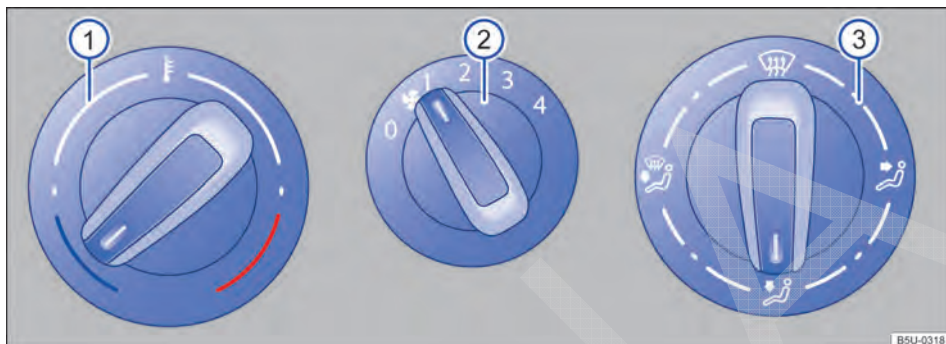
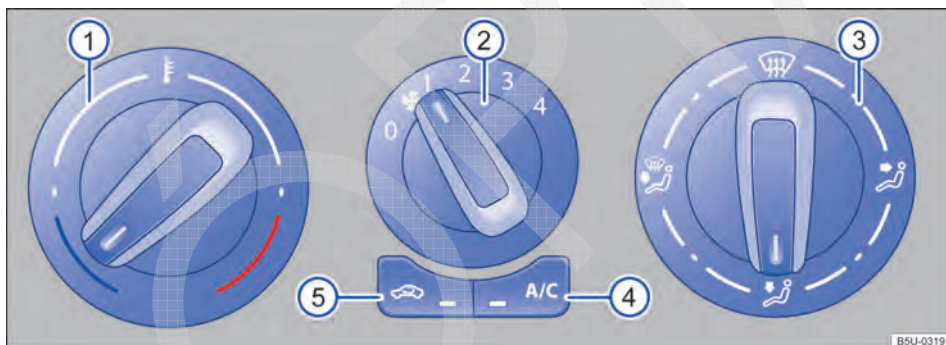

Fig. 115 Comandos do sistema de ventilação e aquecimento.
Fig. 116 Comandos do ar-condicionado.
Comandos Informações complementares do sistema de ventilação e aquecimento → Fig. 115 e ar-condicionado → Fig. 116.
Comandos	Informações complementares do sistema de ventilação e aquecimento → Fig. 115 e ar-condicionado → Fig. 116.
- Em veículos com sistema de aquecimento, girar o botão da temperatura → Fig. 115 totalmente para a direita, para a posição máxima de aquecimento.
- Girar o botão da distribuição de ar → Fig. 116 ③ para a posição , nesta posição o modo de recirculação de ar é automaticamente desligado.
- Girar o botão do ventilador ② no nível 3 ou 4.
- Girar o botão da temperatura ① para a posição desejada.